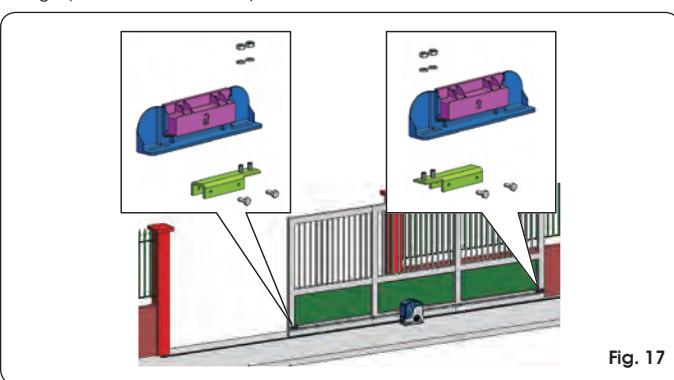

Fig. 17
L'opérateur est muni d'un fin de course magnétique qui commande l'arrêt du mouvement du portail au moment où l'aimant, fixé dans la partie supérieure de la crémaillère, active le capteur. Les aimants fournis avec l'opérateur sont spécialement polarisés et actionnent uniquement un contact du capteur, le contact de fermeture ou le contact d'ouverture. Sur l'aimant qui actionne le contact de portail ouvert est reproduit un cadenas ouvert, vice versa sur l'aimant qui active le contact de portail fermé est reproduit le symbole d'un cadenas fermé (voir Fig. 17). Pour positionner correctement les deux aimants de fin de course, agir comme suit:
- ① Assembler les deux aimants d'après la figure 17.
- ② Disposer l'opérateur pour le fonctionnement manuel, d'après le paragraphe 8, et mettre le système sous tension